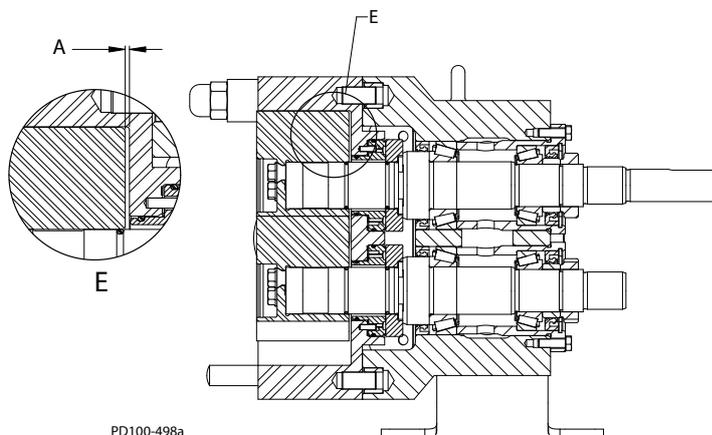

Figure 57 - Jeu rotor-corps
1. Mesurez le jeu entre le rotor et le corps comme décrit dans détails E, objet A in Figure 57. Enregistrez ce nombre.